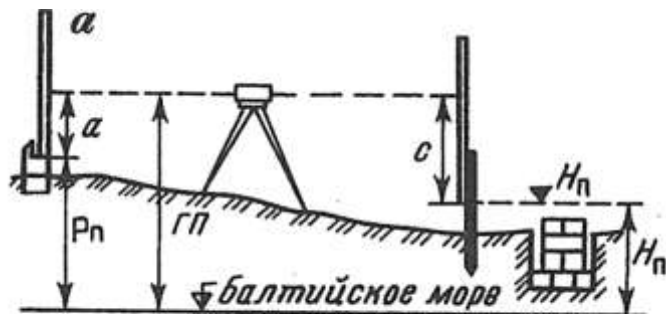

Рис. 2. Схема разбивки и контрольных высот фундамента
5. Выставьте проектную высоту верха фундамента на обноске (рис. 2), если высота репера  $P_n = 22,145$ , отсчет по рейке  $a = 0913$ , проектная высота фундамента  $H_n = 21,016$ .